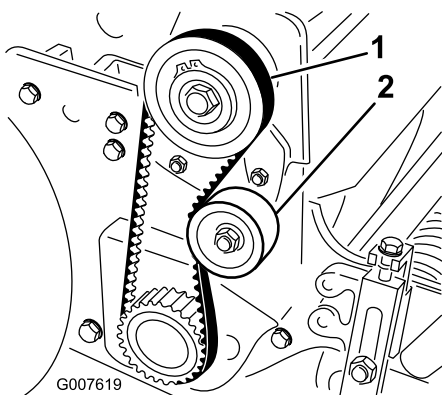

Figura 39
2. Verifique a tensão pressionando a correia a meio curso entre as polias (Figura 39) com uma força de 18-22 N. A correia deverá flectir-se 6 mm.
- A. Desaperte a porca de montagem da polia intermédia e incline-a para o lado de trás da correia até que obtenha a tensão desejada da correia (Figura 39).